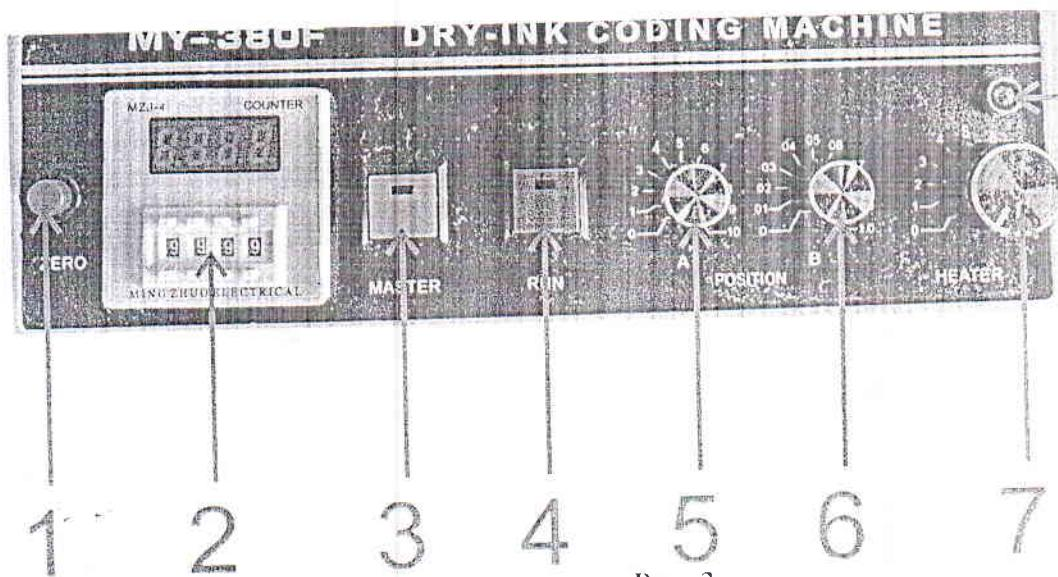

Рис. 3
- Отрегулируйте рукоятками 5 и 6 (см. Рис. 3) положение печати, где 5 - грубая настройка, 6 - точная настройка
12.2. Нажмите кнопку 4 (см. Рис. 3)
12.3 Выставьте необходимую температуру разогрева регулятором (7) (см. Рис. 3)
12.4. Нажмите кнопку 3 (см. Рис. 3), если необходим счетчик пакетов.